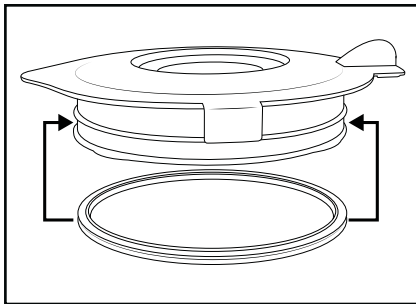

Fig. 3
- Limpie el vaso ❸ exclusivamente con un cepillo de mango largo para no cortarse con la cuchilla de corte ❹.
- Limpie el accesorio medidor ❶ y la tapa ❷ con agua jabonosa suave. Para la limpieza manual, puede desmontarse la junta de goma ❹. Asegúrese de que la junta de goma ❹ vuelva a estar bien colocada antes de volver a utilizar la tapa ❷ (fig. 3).